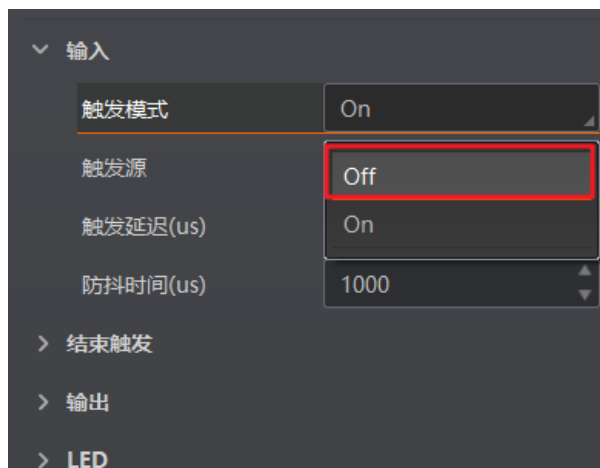

图7-3 关闭触发的方式
- 进入“输入输出”模块，在输入属性下将触发模式设置为“Off”，关闭触发模式，如图 7-3 所示。